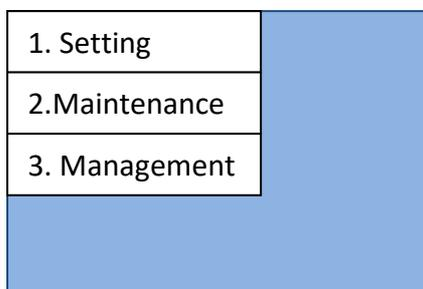
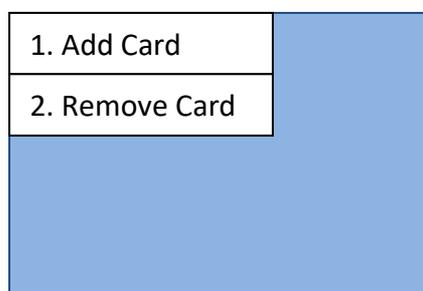

Figura 22 - Schermata principale di configurazione
Figura 30 - Schermata di controllo RFID card
- 1) Dalla schermata in Figura 22, selezionare il punto '1 . Settings' e premere il tasto Conferma/invio. Attendere la comparsa della pagina in Figura sotto.
- 1) Nella schermata in Figura 22, selezionare la voce '2. Maintenance' e premere su Conferma/Invio. Attendere la comparsa della schermata in Figura sotto.
- 1) Nella schermata in Figura 22, selezionare la voce '3. Management' e premere su Conferma/Avvio. Attendere la comparsa della pagina in Figura 30 sotto.
- 3) Per rimuovere una card di abilitazione carica, selezionare '2. Remove card' dalla schermata in Figura 30 e attendere la comparsa della schermata in Figura sotto.